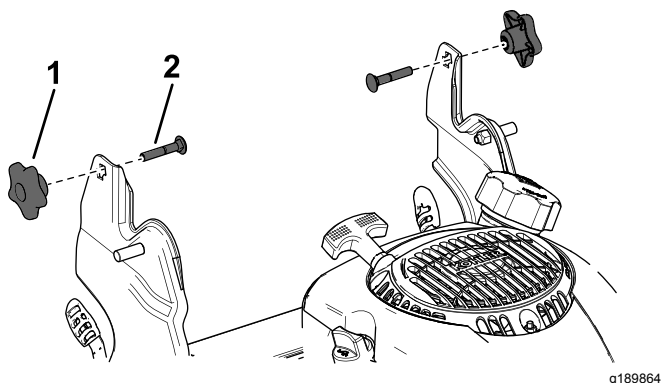

Figure 20
3. Insérez le boulon de carrosserie (la tête du boulon vers l'intérieur) dans le support du guidon et dans le trou supérieur à l'extrémité du guidon. Vérifiez que les bords carrés de chaque boulon de carrosserie s'engagent dans le trou carré supérieur ou inférieur du support de guidon correspondant (Figure 20).